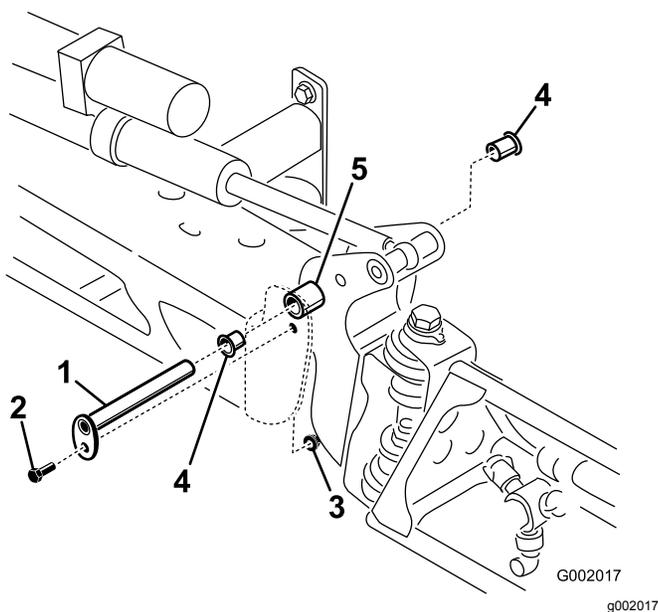

Figura 101
3. Com o peso da rampa suportado, retire o parafuso e porca que seguram o pino de articulação à rampa (**Figura 101**).
4. Retire o parafuso e porca que prende o pino de articulação e retire o pino (**Figura 101**).
6. Retire e inspecione os casquilhos de nylon dos lados dianteiro e traseiro do suporte da articulação (**Figura 101**).
7. Aplique uma pequena quantidade de óleo nas buchas de nylon e coloque-as no apoio da articulação (**Figura 101**).
8. Instale a rampa e o apoio da articulação na estrutura central alinhando as aberturas (**Figura 101**).